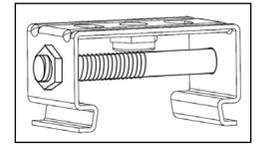
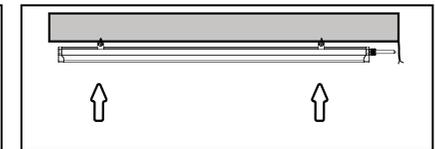

Рис. 1
Рис. 3
- Закрепите скобы на поверхность установки и защелкните в скобы осветительный прибор (рис. 3). **Внимание!** После установки светильника в скобы необходимо установить стягивающие болты в боковые отверстия на скобах и затянуть гайкой (рис. 1).